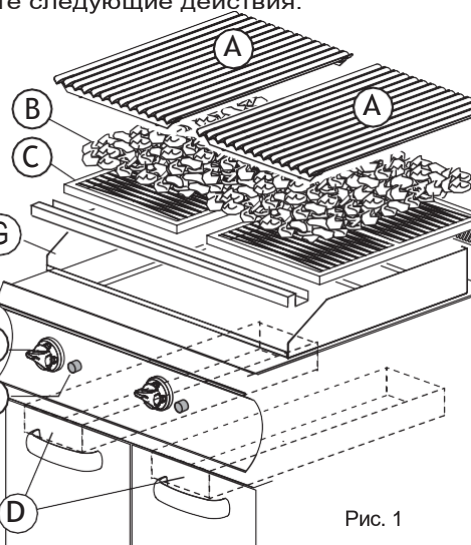

Рис. 1
1. Извлеките контейнер для сбора жира/зола (рис.1/D)
2. Снимите панель и ручку (рис. 1/E).
- Удалите решетки гриля, лаву, решетки для лавы и брызгозащитное ограждение в указанной последовательности (рис. 1/A+B+C+G).
1. Контейнер для сбора жира/зола (рис.1/D)
2. Панель и ручку (рис. 1/E)